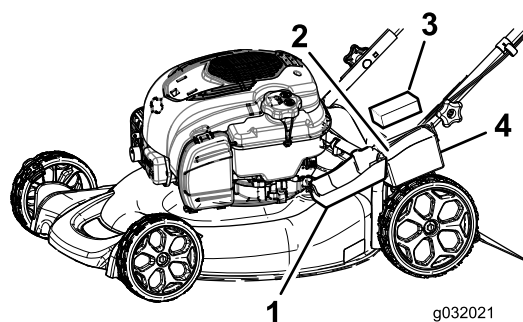

Figura 23
1. Abra a tampa da bateria e retire (Figura 23).